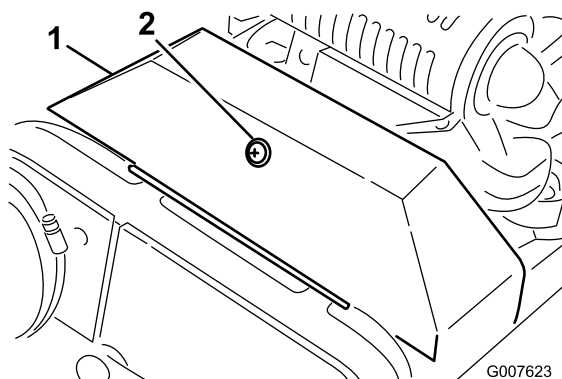

図 33
2. V ベルト・カバーを固定しているリテーナをゆるめて、カバーを開ける（図 33）。
2. V ベルト・カバーを固定しているリテーナをゆるめて、カバーを開ける (図 33)。